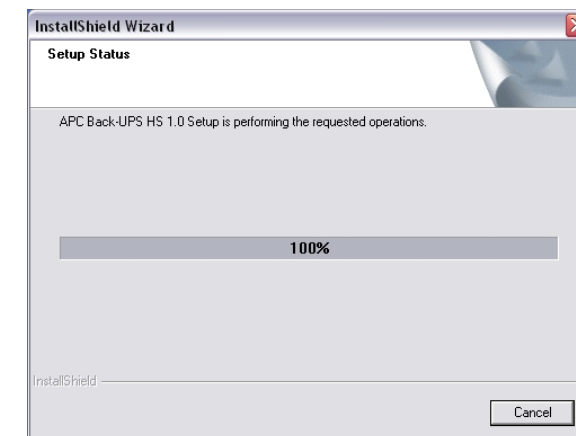

Figur 3. InstallShield Licensöverenskommelse-ruta
4. Sedan visar programmet **Licence Agreement** (Licensöverenskommelse) (Figur 3). Läs igenom överenskommelse och acceptera villkoren genom att klicka **Yes**. För att vägra villkoren, klicka **No** – programmet kommer inte att installeras.